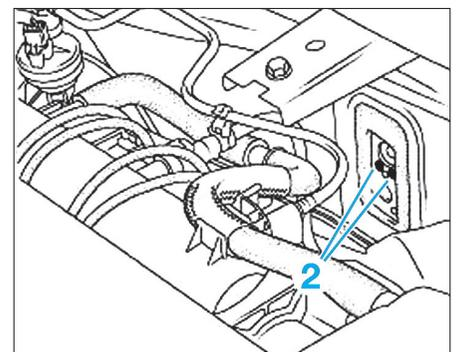

Fig. 16
- Déposer les (2) du détendeur puis ce dernier (Fig.16).